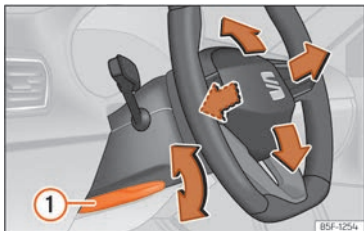

Abb. 9 Hebel auf der linken unteren Seite der Lenksäule.
• Ziehen Sie den Hebel »» **Abb. 9** ① nach unten, bringen Sie das Lenkrad in die gewünschte Position und schieben Sie den Hebel wieder nach oben, bis er seine Verriegelungsposition erreicht.
• Den Hebel »» **Abb. 9** ① nach dem Einstellen immer fest nach oben schwenken, damit das Lenkrad während der Fahrt nicht unbeabsichtigt seine Position verändert.